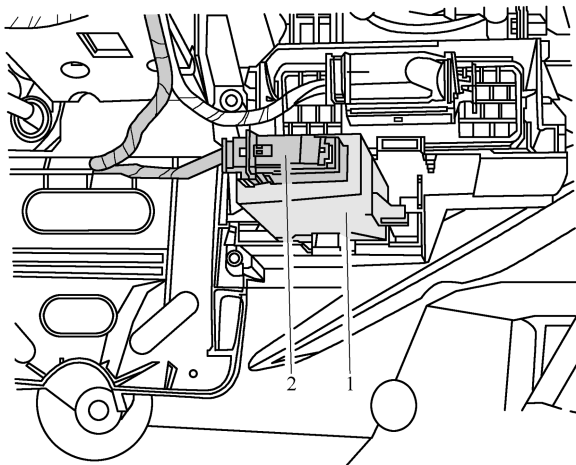

图 5-2-3 控制单元的拆卸示意图
2) 断开控制单元 1, 并断开插头 2, 然后取出控制单元, 如图 5-2-3 所示。